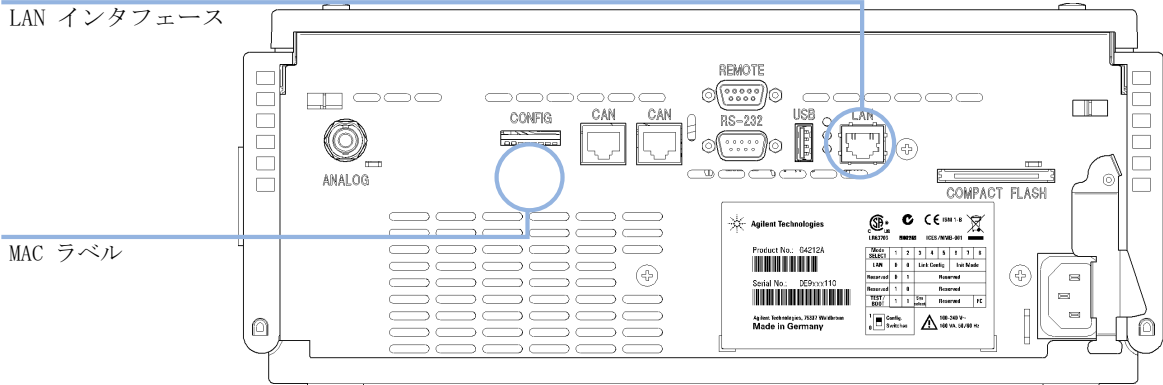

図 17 LAN インタフェースと MAC ラベルの位置
- 1 今後参照するために、MAC (Media Access Control) アドレスを書き留めてください。LAN インタフェースの MAC アドレスまたはハードウェアアドレスは、世界中で唯一の ID です。他のネットワーク機器が同じハードウェアアドレスを持つことはありません。モジュールの背面のコンフィグレーションスイッチの下に MAC アドレスのラベルがあります (『57 ページ 図 17』を参照)。
- 2 機器の LAN インタフェース（『57 ページ 図 17』を参照）を以下のいずれかに接続します。